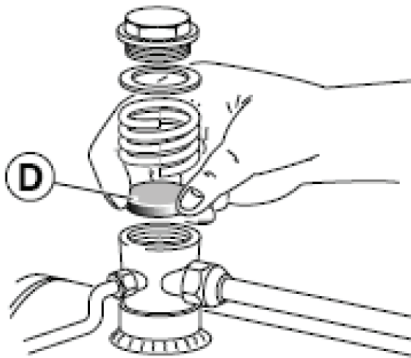

Рис. 10
### Чистка (замена) обратного клапана (Рис. 10)
**Внимание!** Конструктивно обратный клапан в разных моделях компрессоров может располагаться в местах, отличных от показанных на Рис. 10.